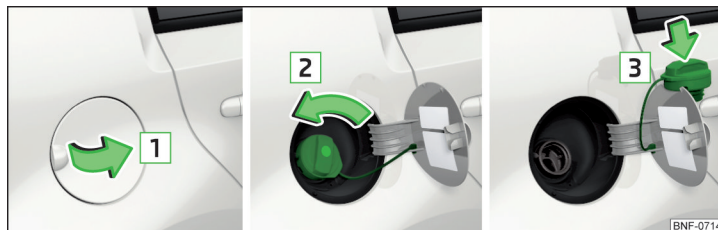

Fig. 103 Abrir la tapa del depósito/ desenroscar el cierre del depósito/ colocar el cierre del depósito en la tapa del depósito
En el lado interior de la tapa del depósito de combustible se indican el combustible prescrito para su vehículo > fig. 103 de la pág. 106.
- > Levantar la tapa del depósito en el sentido de la flecha  > fig. 103.